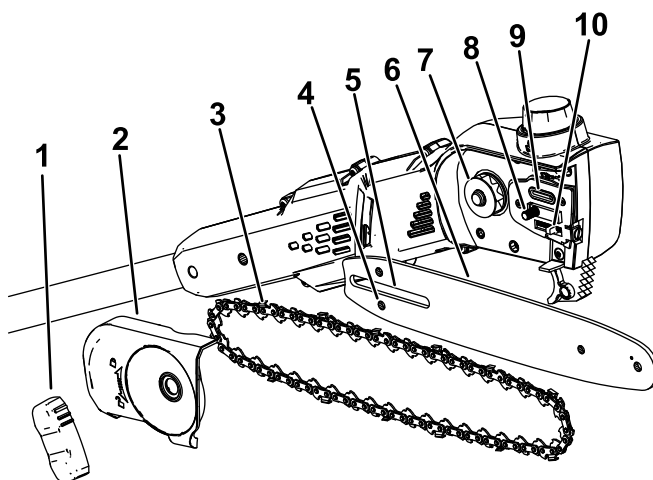

Figura 3
2. Rimuovete il carter laterale; ruotate la manopola copribarra in senso antiorario fino a quando non viene rimossa la manopola, quindi rimuovete il carter laterale (Figura 3).
5. Posizionate l'ansa aperta della catena (il lato non sulla barra di guida) attorno alla ruota motrice sul potatore telescopico (Figura 3).
Importante: Assicuratevi che il perno di regolazione della catena sia inserito nello slot del perno di regolazione della catena sulla barra di guida (Figura 3).